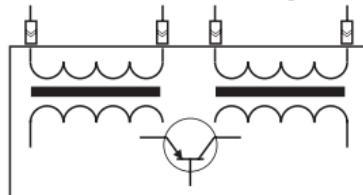
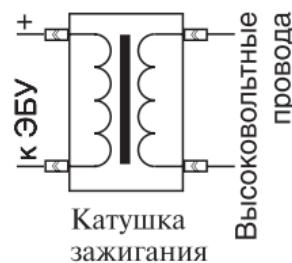
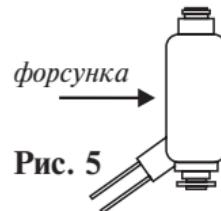

Рис. 2
Рис. 3
Рис. 5
желтый провод выведите под капот и подключите к управляющему проводу модуля зажигания, рис. 2, или коммутируемому проводу катушки зажигания, рис. 3. Также возможно подключение к коммутируемому проводу форсунки, рис. 5.
**Дизельный двигатель с электронной форсункой** - желтый провод выведите под капот и подключите к коммутируемому проводу форсунки. Рис. 5.